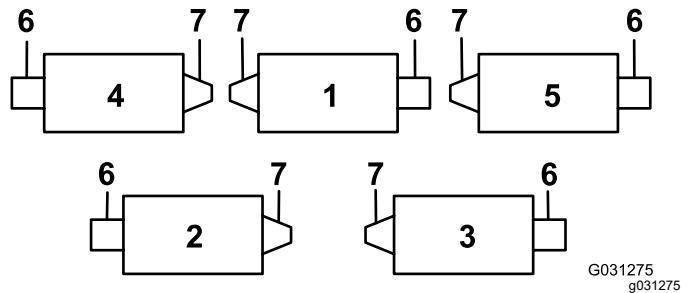

**Figura 11**
**Nota:** La testa del bullone deve essere posta sul lato esterno dell'aletta, come illustrato nella Figura 11.
E. Montate la staffa dell'asta sulle alette degli elementi di taglio usando i bulloni a testa tonda e i dadi (Figura 11). Nel rimontare la staffa dell'asta, sull'elemento di taglio montate la guida del flessibile di sinistra sulla parte anteriore delle alette degli elementi di taglio (Figura 13).